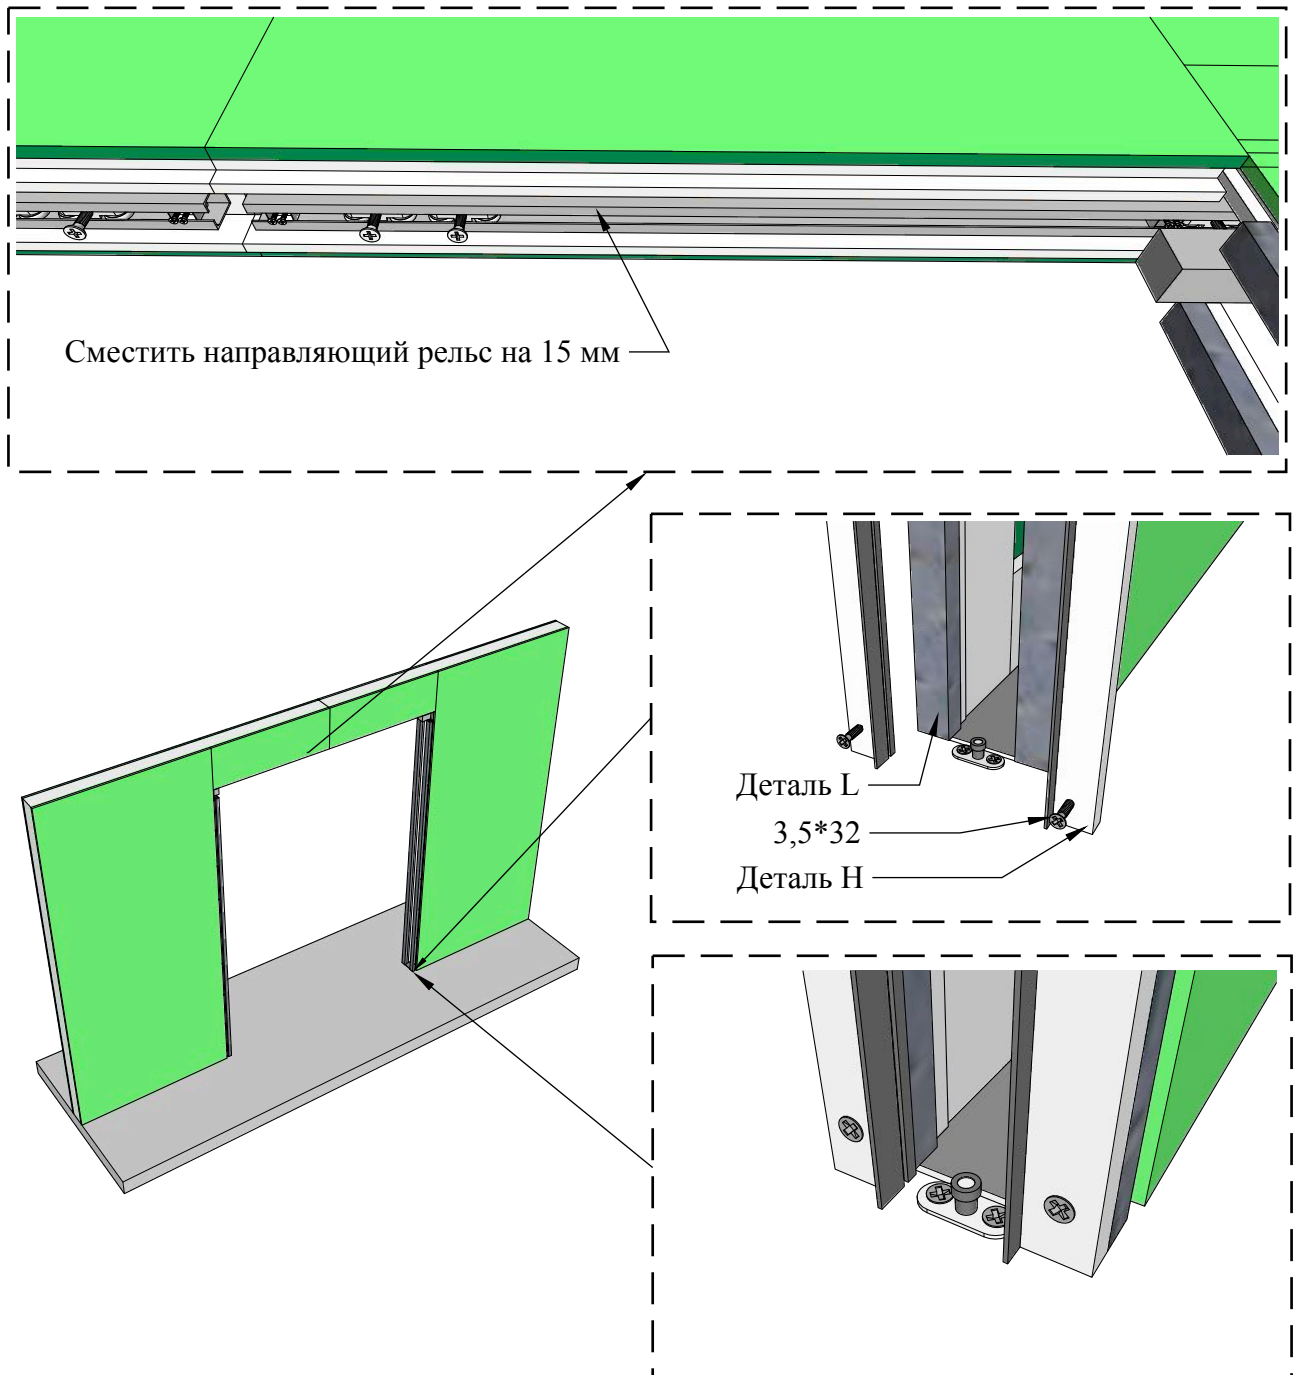

Рисунок 21
8.5. После монтажа дверного полотна следует обратно установить детали Н на жёсткость L, закрепив самрезами 3,5*32 мм. Перед установкой вставьте в пазы деталей Н щёточный уплотнитель (Рис.21).